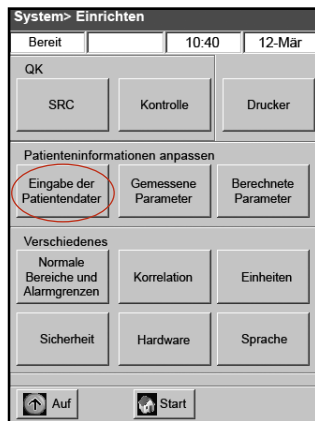

Abbildung H-6: Bildschirm System > Einrichten
- Am Bildschirm Einrichten tippen Sie auf **Patienteninformationen** (Abbildung H-6).